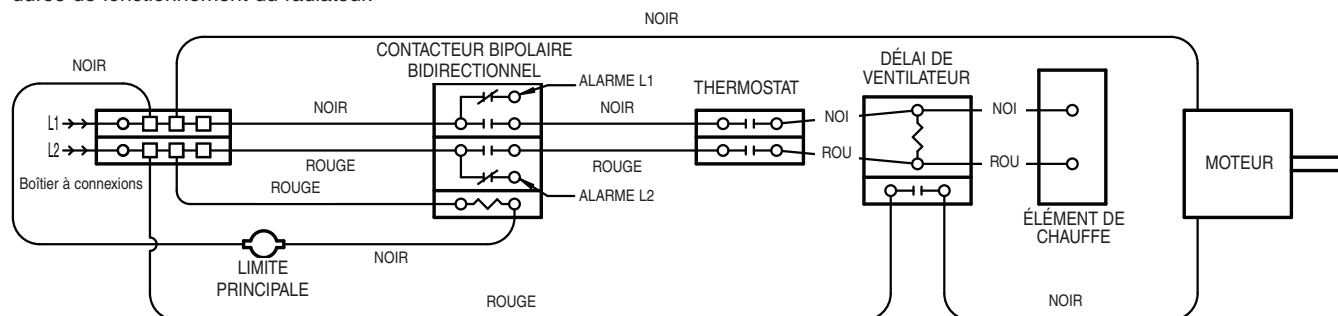

Figure 4 – Schéma de câblage
3. Branchez le fil sur le bornier d'alimentation situé à la base du radiateur (Voyez les Figures 4 et 5).
REMARQUE : Cet appareil est fourni avec deux terminaisons 1/4" mâles de connexion rapide (Voyez en Figure 4 le schéma de câblage) repérées comme Alarme L1 et Alarme L2, afin de pouvoir si vous le souhaitez raccorder une alerte extérieure à l'appareil. Cette option permet de donner un avertissement s'il y a surchauffe du radiateur ou s'il se coupe par l'action de son détecteur de dépassement de limite de température. Chaque terminaison (alarmes 1 et 2) fournira du 120 V par rapport à la masse. Le branchement des deux terminaisons Alarme L1 et L2 fournira la tension secteur (208 ou 340 V) pour actionner l'alerte extérieure.